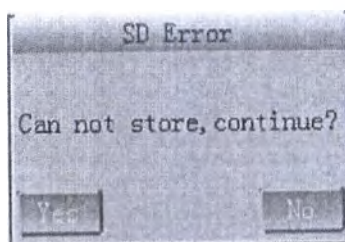

Рис. 13-11-1
(1) Если нет SD-карты при печати записи в режиме 1x12, 1x12 + 1, 2x6, 2x6 + 1, 3x4, появляется диалоговое окно, показанное на рис.13-11-1, которое оповещает пользователя, что нельзя сохранить запись при продолжении печати.